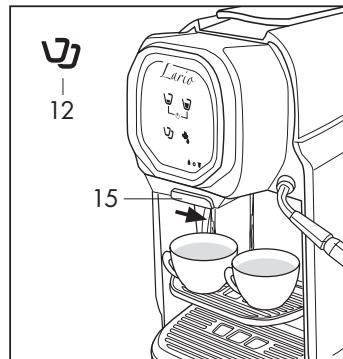

Fig. 11
Para la preparación del café doble, desplace el selector (15) a la derecha (Fig.11)
- Despues de desplazar el selector (15) a la derecha, coloque 2 tazas en el soporte (**Fig.11**)
- Proceda a insertar la cápsula como indicado en la página anterior y pulse el símbolo (12) (**Fig.11**)
- Para el modelo sin selector, despues de colocar las dos tazas pulse el botón (12) (**Fig.11**)